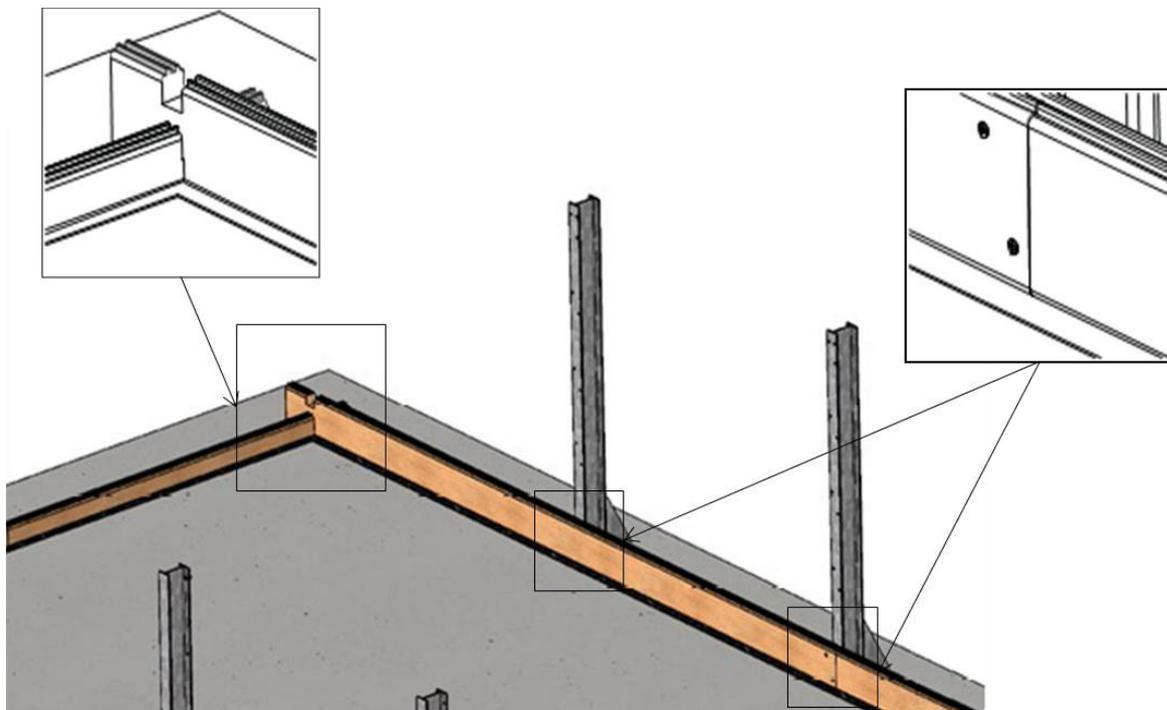

Abb. 10 – Verankerung der Bohlen untereinander
- untereinander, wie in Abb. 10, beschrieben mithilfe von 2 Schrauben pro Lamellenpaar und auf beiden Seiten mit einer Höhe von je 10 Lamellen, also insgesamt 160 A4 Edelstahl-Senkkopfschrauben 5 x 40 mit Torx-Gewinde bis 25 mm (Pack C)